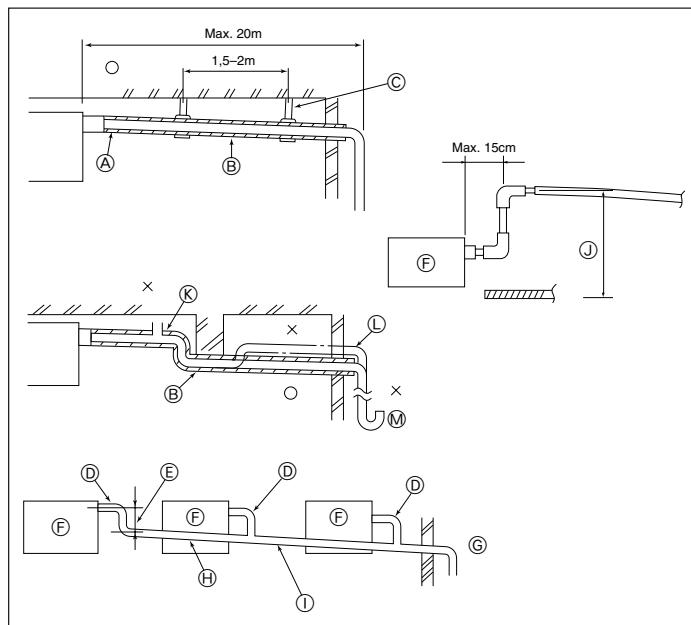

Fig. 3-4
- ① Wikkel de bijgeleverde grote leidingisolatie rondom de gasleiding, en zorg dat het einde van het isolatiemateriaal de zijkant van het apparaat raakt.
- ② Wikkel de bijgeleverde kleine leidingisolatie rondom de vloeistofleiding, en zorg dat het einde van het isolatiemateriaal de zijkant van het apparaat raakt.
- ③ Zet deze isolatie vast met de bijgeleverde bevestigingsbandjes. (Zet de eerste bandjes op 20 mm van de uiteinden.)
3.4. Installatie van Draineerbuisen (Fig. 3-4)
- ① Juist aangelegde leidingen
- ② Onjuist aangelegde leidingen